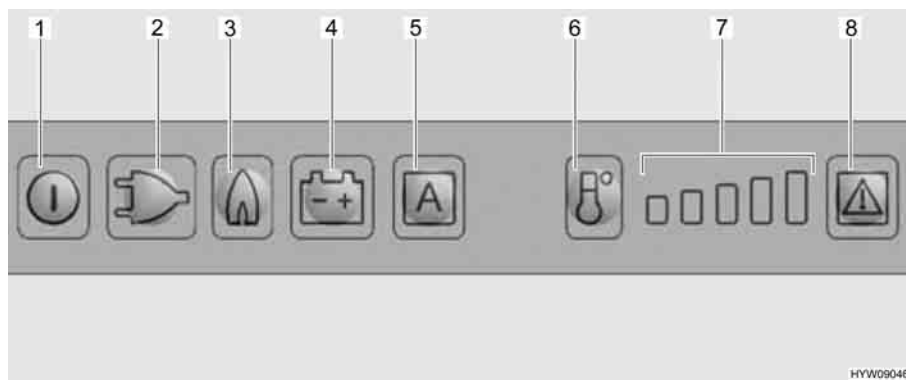

Fig. 162 Elementi di comando del frigorifero
Se è impostata la modalità di funzionamento "AES", la tensione a 230 V **non** è allacciata e il motore del veicolo è **spento**, il sistema AES seleziona il rifornimento di gas. Selezionando il funzionamento a gas, il dispositivo di sicurezza si apre automaticamente, così che il gas possa fluire al bruciatore. Contemporaneamente si inserisce l'accenditore elettronico. Se la fiamma del gas si spegne, p. es. a causa di un colpo di vento, l'accenditore viene subito azionato riaccendendo il gas. In caso di guasto del funzionamento a gas, i tasti luminosi relativi a gas (Fig. 162,3) e guasto (Fig. 162,8) lampeggiano e viene emesso un segnale acustico per 20 secondi.
Dopo l'accensione il frigorifero seleziona automaticamente la regolazione intermedia del termostato. Questa regolazione può essere modificata manualmente tramite il tasto di selezione del livello di temperatura (Fig. 162,6). Le spie di controllo (Fig. 162,7) indicano la temperatura selezionata sul termostato. Il tasto di selezione del livello di temperatura permette di regolare la temperatura di refrigerazione per tutti e tre i tipi di energia. Ci vogliono alcune ore prima che il frigorifero raggiunga la temperatura normale di esercizio. Cambiando la modalità di funzionamento la regolazione del termostato non viene modificata. La temperatura di refrigerazione è indipendente dal tipo di energia utilizzata.
- Premere il tasto On/Off (Fig. 162,1) per circa 2 secondi. Il frigorifero si accende e viene visualizzato l'ultimo tipo di energia impostato, oppure "AES".
- Impostare la temperatura di refrigerazione con il tasto di selezione del livello di temperatura (Fig. 162,6). Le spie di controllo (Fig. 162,7) indicano la temperatura selezionata sul termostato.
- Premere il tasto On/Off (Fig. 162,1) per circa 2 secondi. Il frigorifero si spegne e le indicazioni smettono di lampeggiare.